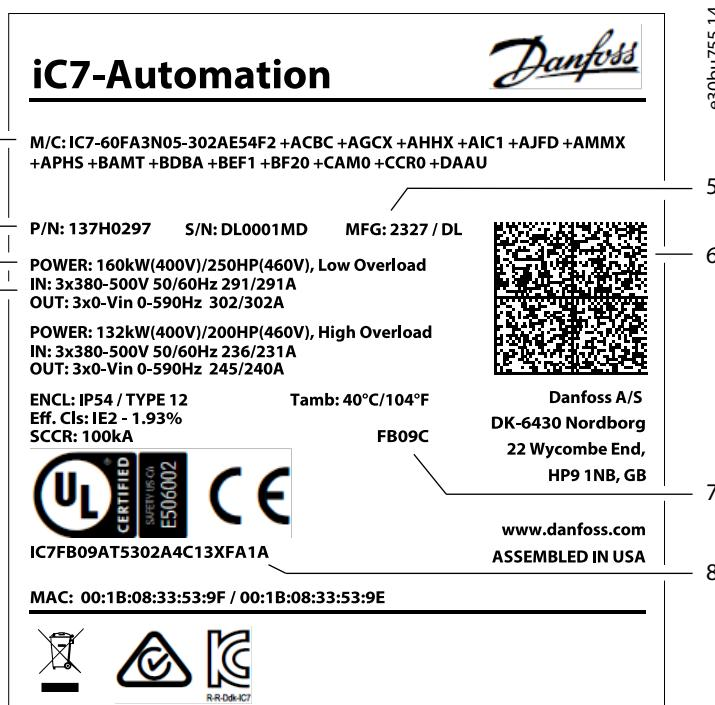

Figura 1: Exemplu de etichetă de produs
1. Identificați denumirea carcasei. Consultați Figura 1.